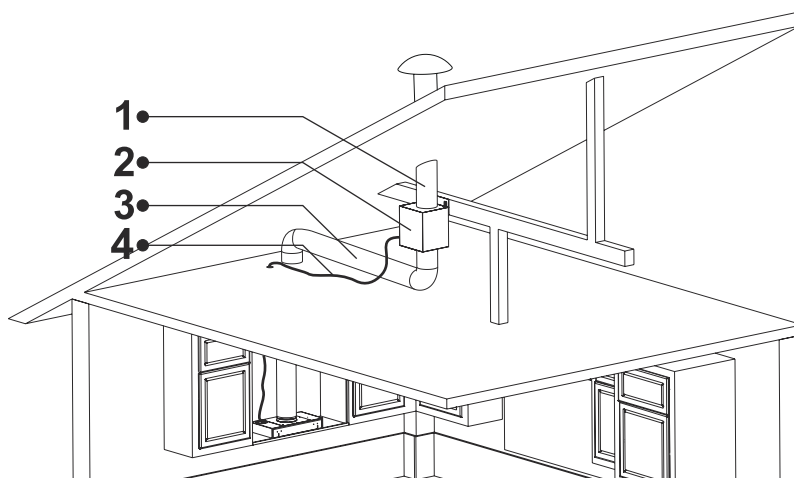

Fig. 31
**12.** Anslut nu utsugskanalerna till motorkabinettet (Fig. 31).
Använd den 8m långa 9-poliga multikabeln och anslut den från fläkten till motorkabinettet (Fig. 31).